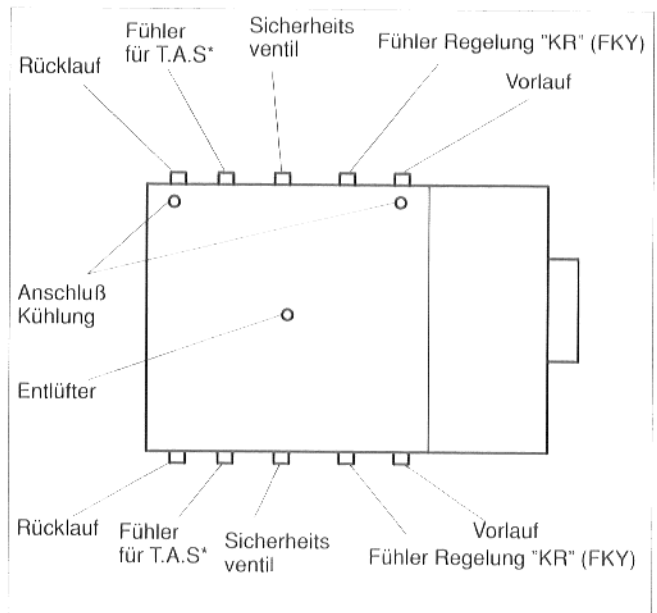

Abb.9a: Draufsicht Wärmetauscher
Automatischer Entlüfter (Abb.9a)
– Sicherheitsventil (Abb.9a)